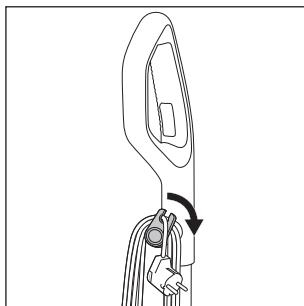

Fig. 16
- ◆ Enroulez le cordon d'alimentation 17 entièrement autour du support de cordon supérieur et inférieur 16/20. Pour dérouler rapidement le cordon d'alimentation 17 des supports de cordon 16/20, sortez légèrement le support de cordon supérieur 16 et tournez-le vers le bas (voir fig. 16).